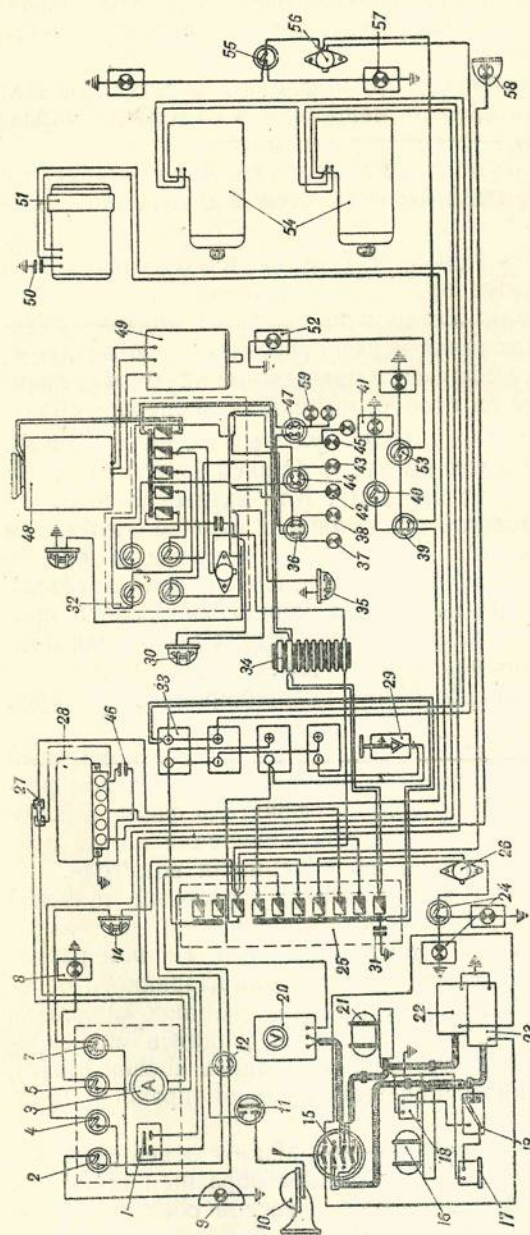

Рис. 42. Схема электрооборудования.
(рис. 42 и 43)
(рис. 42)
3. Проводка в танке уложена в трубах и коробах. Провода ТПУ, не изображенные на схеме рис. 42, проходят в таких же трубах (проводка к ТПУ осуществляется многожильным телефонным кабелем).